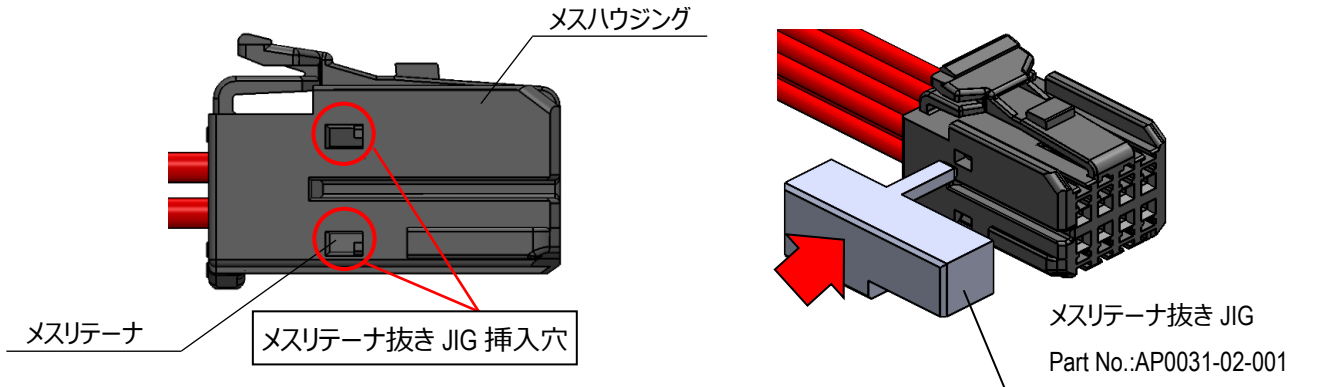

図 35 メスリテーナ解除方法
①メスハウジング側面(Pos.1 側)のメスリテーナ抜き JIG 挿入穴に専用 JIG を差し込み、メスリテーナを押し出してください。(図 35 参照)